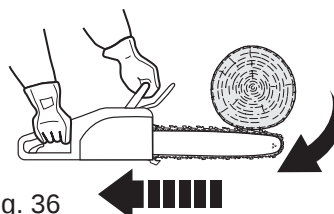

Fig. 36
- > Si la chaîne [3] est pincée au niveau du bord supérieur du guide-chaîne [4], celui-ci peut être projeté brutalement vers l'arrière (Fig. 36).